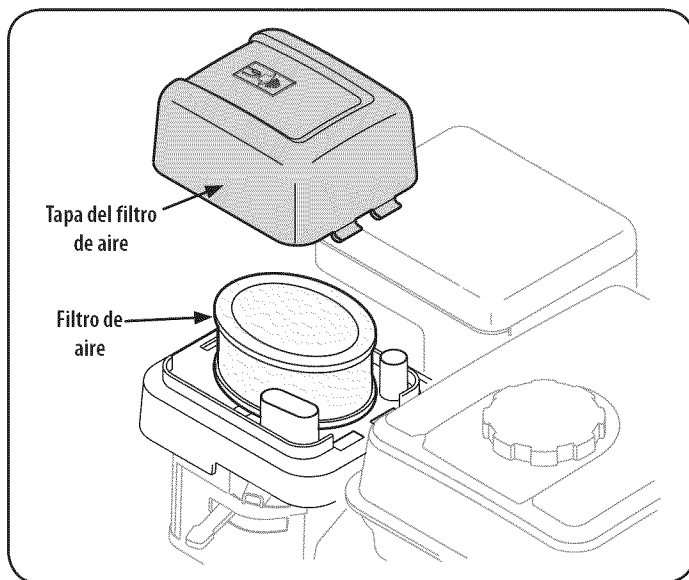

Figura 26
- Oprima las pestañas ubicadas en la tapa del filtro de aire y levántela. Vea la Figura 26.